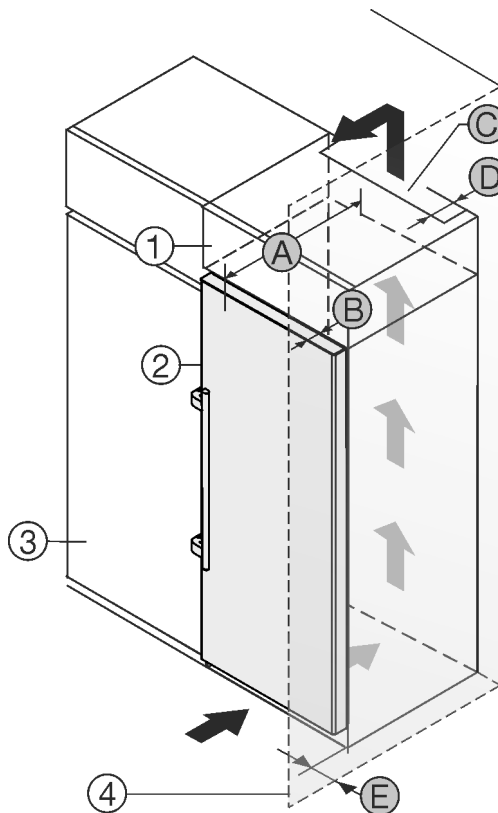

Fig. 1
- (4) Stěna
- (5) Hloubka přístroje
Můžete přístroj nainstalovat přímo vedle kuchyňské skříňky Fig. 1 (3).
Na zadní straně nástavné skříňky musí být větrací šachta hluboká Fig. 1 (D) přes celou šířku nástavné skříňky.
Pod stropem místnosti musí být dodržen ventilační průřez Fig. 1 (C).
Když přístroj instalujete závěsy vedle stěny Fig. 1 (4), musí být vzdálenost mezi přístrojem a stěnou minimálně 57 mm. To odpovídá přesahu madla při otevřených dveřích.
Aby bylo možné dvířka plně otevřít, musí přístroj přesahovat o hloubku dvířek *Fig. 1 (B)* vůči přední linii kuchyňské skříňky. V závislosti na hloubce kuchyňských skříněk *Fig. 1 (3)* a použití vymezovačů odstupů od stěny může přístroj vyčnívat dále.